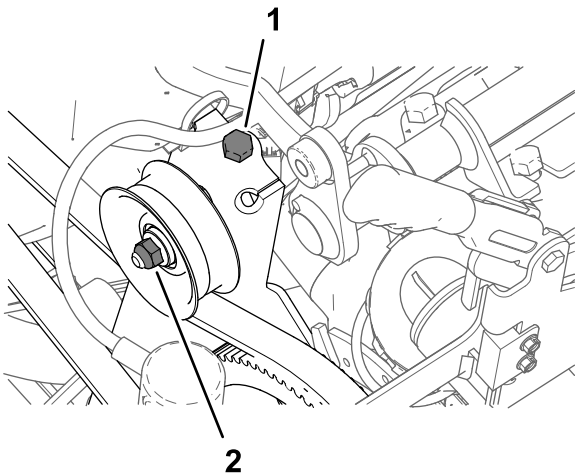

图178
1. 拧松怠轮皮带轮轴上的螺母图178。
2. 旋松皮带拉紧螺栓卸除打药机泵皮带的所有拉力图178。